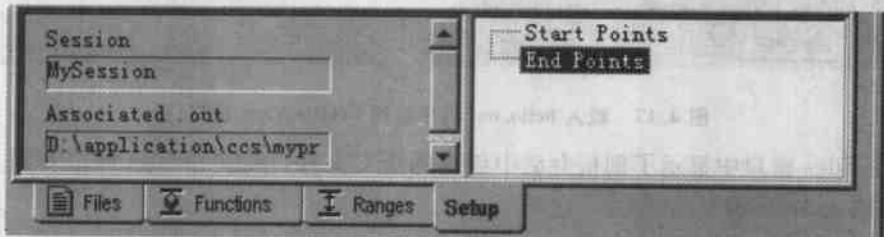

图 4.21 Setup 窗口
(6) 单击 Setup 标签,将显示已经设置的起点和终点剖析区域。由于在 hello.out 程序中没有设置起点和终点剖析会话,所以 Setup 窗口中也没有显示,如图 4.21 所示。